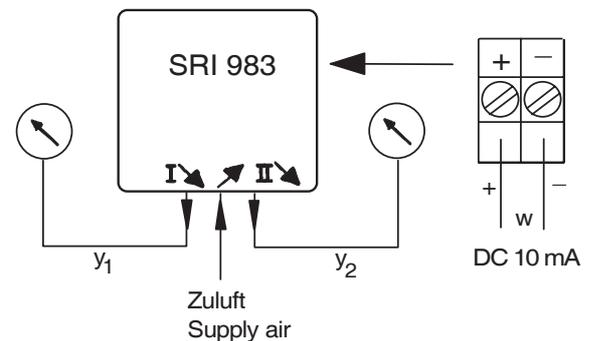

Abb. 29: Prüfschaltung
- g) Stellungsregler laut Prüfschaltung Abb. 29 anschließen. Zuluft 6 bar vorgeben.